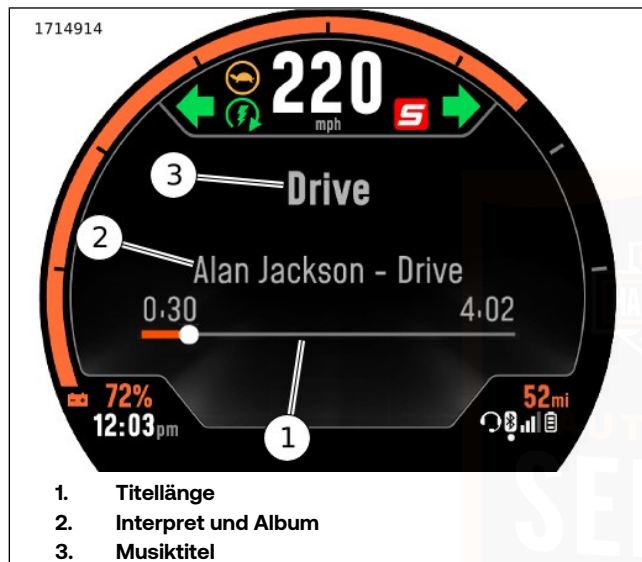

Abbildung 40. Audio-Bildschirm
Siehe Abbildung 40. Das Musikdisplay zeigt Musikinformationen von einem angeschlossenen Gerät an. Diese Informationen umfassen die Länge des Titel (1), Interpret und Album (2) sowie Titel (3).